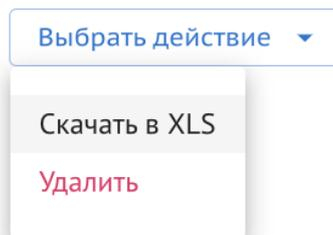

Рисунок 79. Скачивание отчетов в реестре.
- 3) Нажать на кнопку “Выбрать действие” и выбрать “Скачать в XLS” (Рисунок 79).